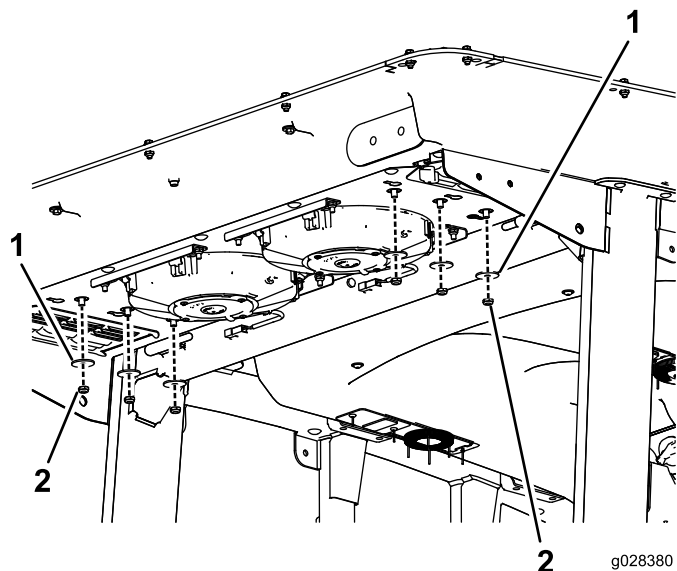

Figura 55
2. Togliete 6 dadi e rondelle dal fondo della parte posteriore della cabina (Figura 55).